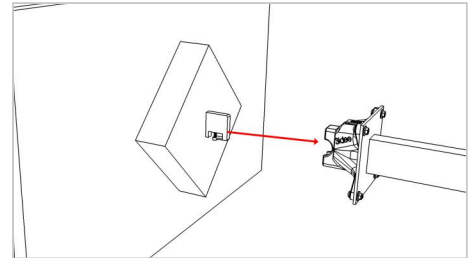

Figura 3
**Nota:** se necessario, esercitare **una leggera** pressione! (Figura 3)